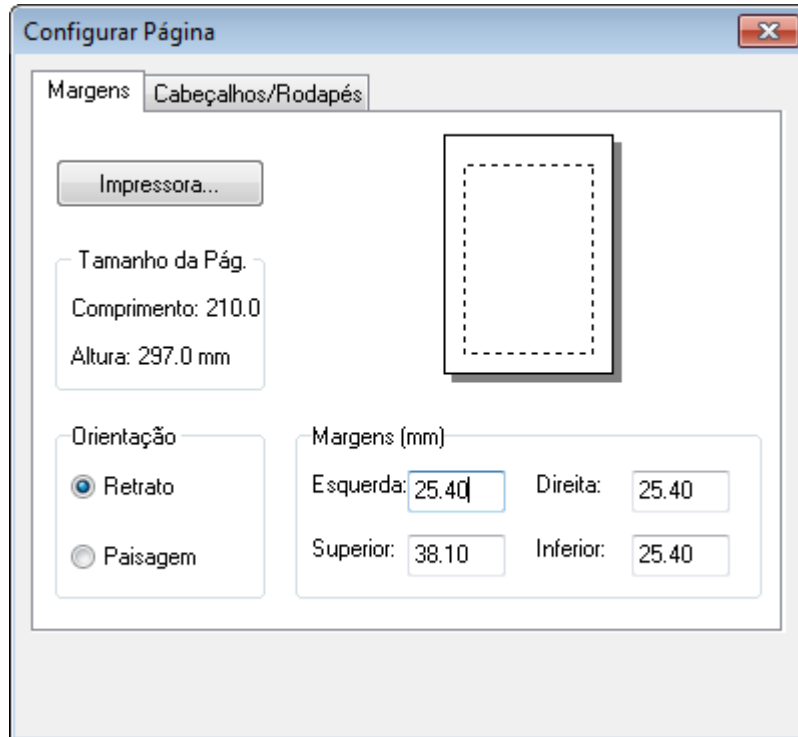

Figura 10.1 - Aba de margens no formulário de configurar página
2. Clicar no botão Impressora na página de configuração que aparece (Figura 10.1).
2. Utilizar a aba Margens do quadro de diálogo “Configuração de Página” que aparece (ver Figura 10.1), para: